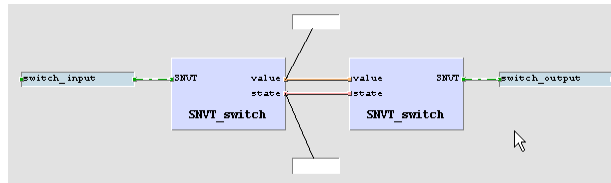

Abbildung 63: Online Test-Felder
- Platzieren Sie das Feld oberhalb oder unterhalb des Blocks wie in Abbildung 63 vorgeschlagen. Dann klicken Sie den Knopf **Save**, um die Änderungen zu speichern.